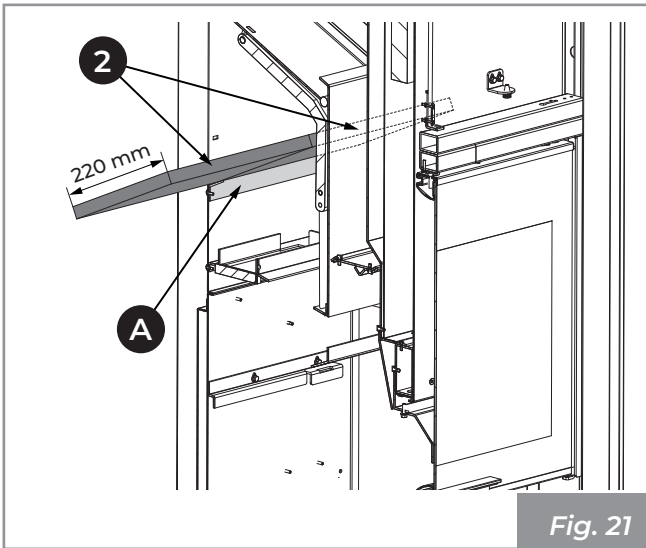

Fig. 21
- 4) Posizionare i pannelli (2) appoggiandoli sull'apposito supporto (A) (Fig. 21).